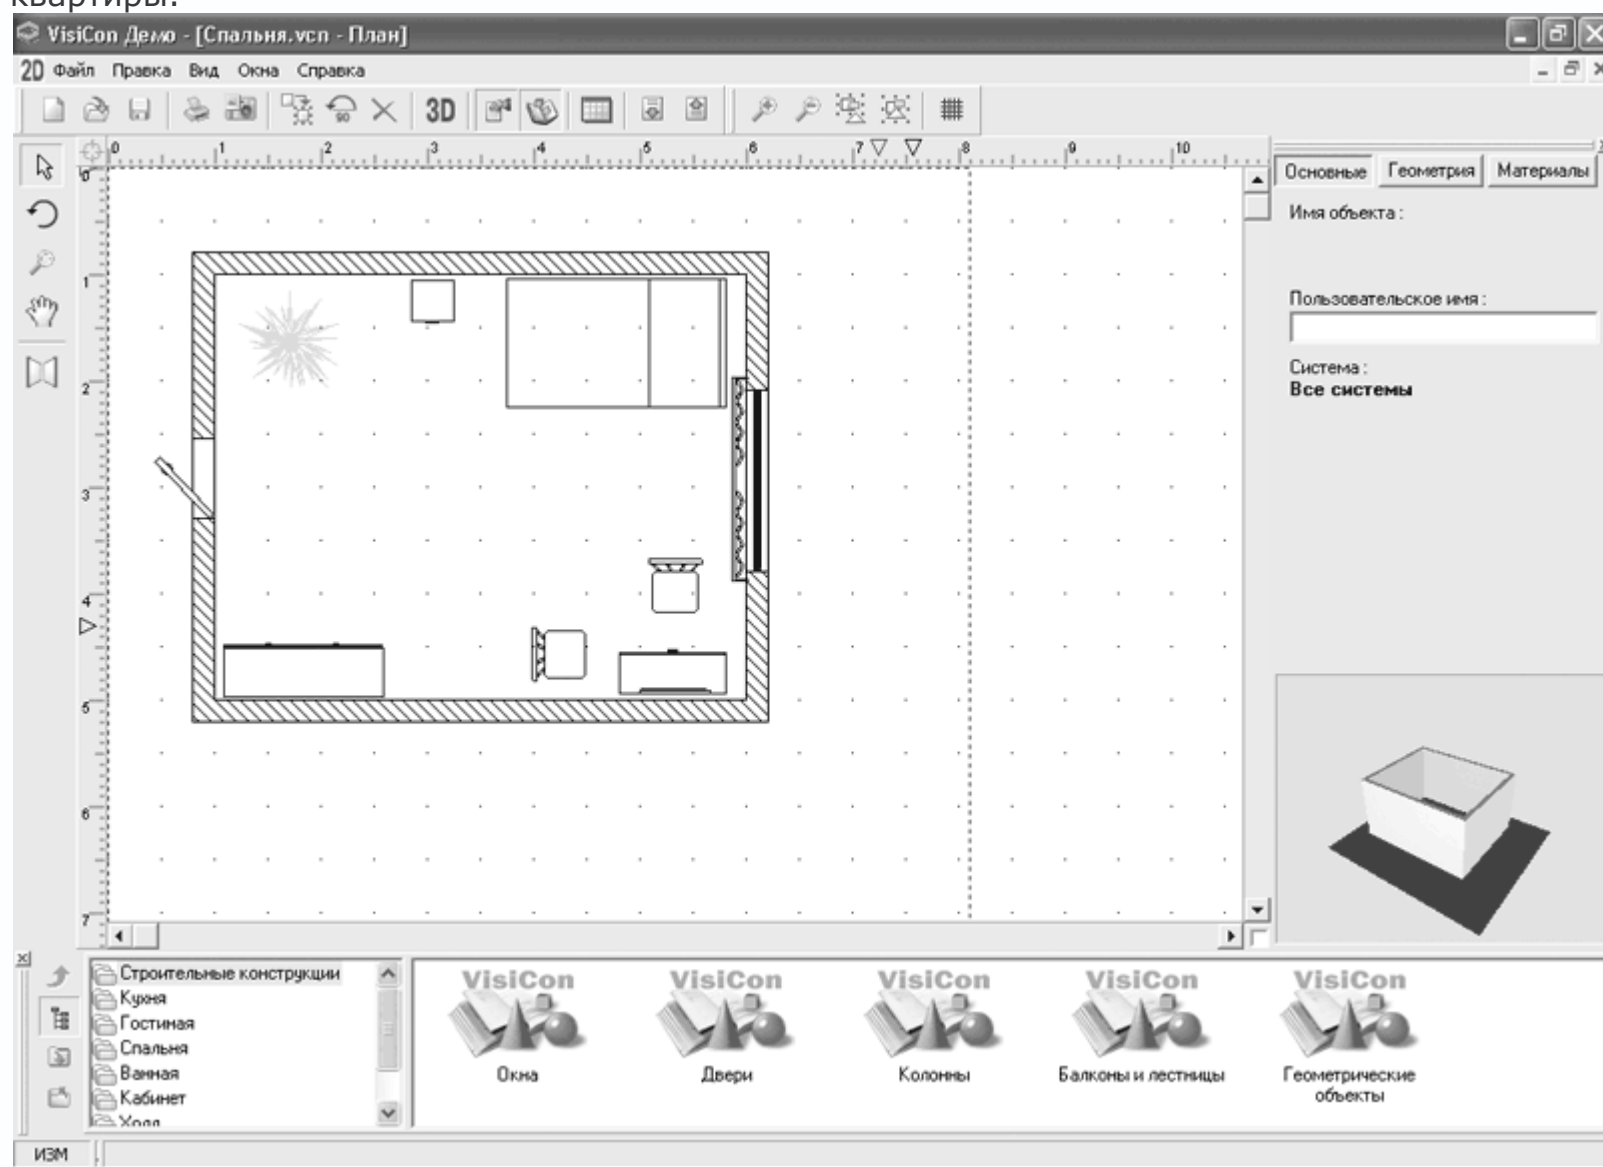

Рис. 8.2. Пример: разработанный проект спальни (2D-вид)
– позволяет открыть ранее созданный проект. В демоверсии можно открывать только проекты, поставляемые с программой в качестве примеров. В дистрибутиве данной версии находятся два проекта-примера: модель спальни (рис. 8.2) и разработанный проект квартиры.